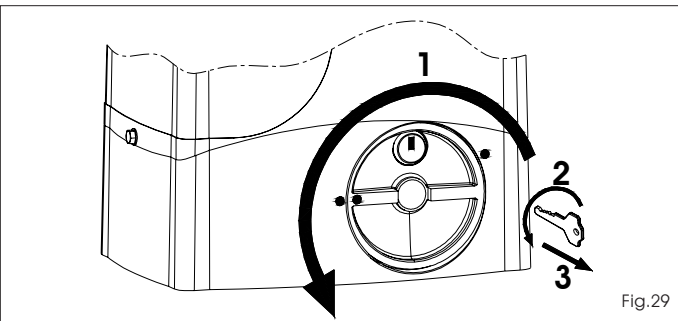

Fig.29
- 1) Tourner le système de déverrouillage dans le sens des aiguilles d'une montre jusqu'à son arrêt, Fig. 29 réf. 1.
- 2) Tourner la clé dans le sens inverse des aiguilles d'une montre et l'extraire de la serrure, Fig. 29 réf. 2 et 3.